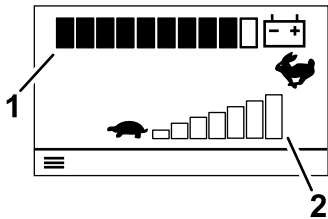

Bild 24
- **Hauptinformationsbildschirm** (Bild 24): Zeigt aktuelle Maschineninformationen an, während sich der Schlüssel in der EIN-Stellung befindet.